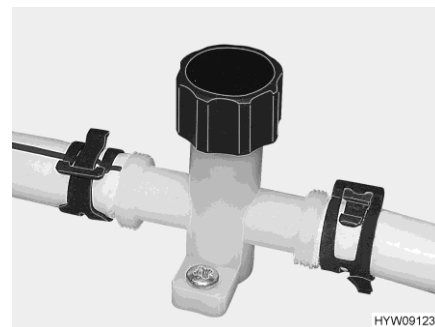
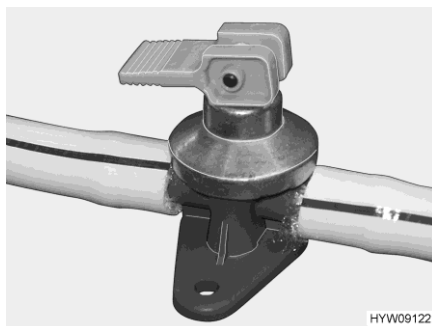

Fig. 199 Robinet de vidange (conduite d'eau)
Fig. 200 Robinet de vidange (chauffe-eau Alde)
- Fermer les robinets de vidange (Fig. 200 et Fig. 199). Tourner pour cela les capuchons dans le sens des aiguilles d'une montre ou mettez le commutateur à bascule à l'horizontale. L'emplacement de la valve de sécurité et de vidange et des robinets de vidange est présenté au paragraphe 10.7 à la fin de ce chapitre.